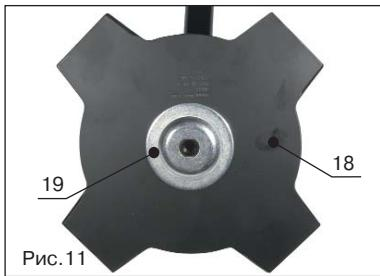
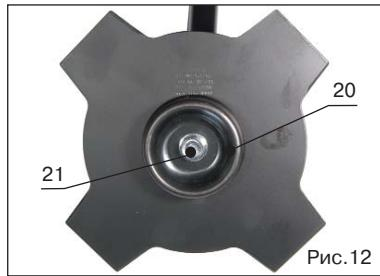
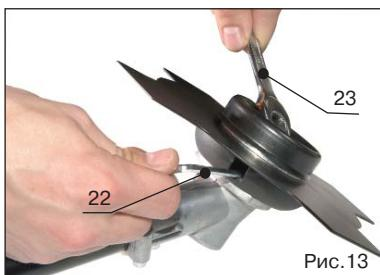

Рис.11
Рис.12
Рис.13
6. На фланец установите режущий диск (поз.18, рис.11), нижний фланец (поз.19, рис.11), фланцевую крышку (поз.20, рис.12) и винт с левой резьбой (поз.21, рис.12)
7. Зафиксируйте вал при помощи шестигранного ключа (поз.22,рис.13) и затяните винт (поз.21, рис.12) гаечным ключом (поз.23, рис.13).